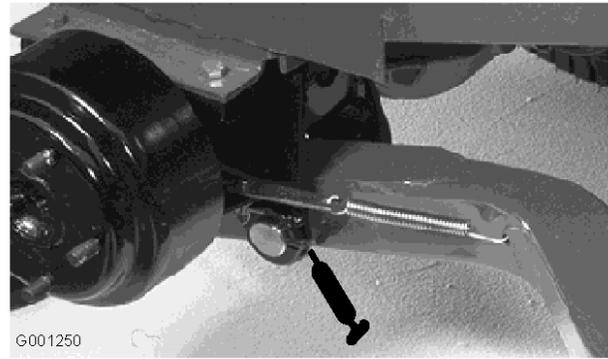

Figura 37
- boccole girevoli del braccio di sollevamento (Figura 37)